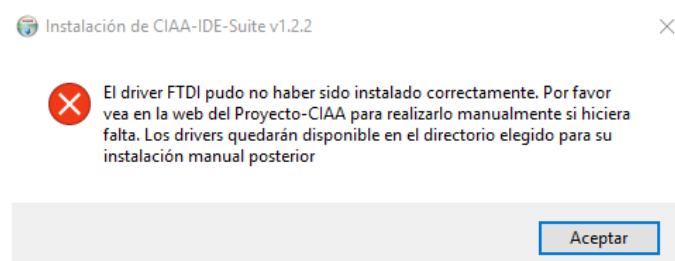

Figura 16: Instalador de drivers FTDI parte 5.
- **Paso 6:** Una posible falla que pueden surgir en esta instalación, es que puede presentarse un error en la comunicación a través del puerto virtual FTDI, que impide la correcta comunicación entre la placa y el entorno IDE. Su corrección debe efectuarse manualmente fuera del instalador, y es posible la aparición de una ventana de error emergente como la que se muestra en la Figura 16.